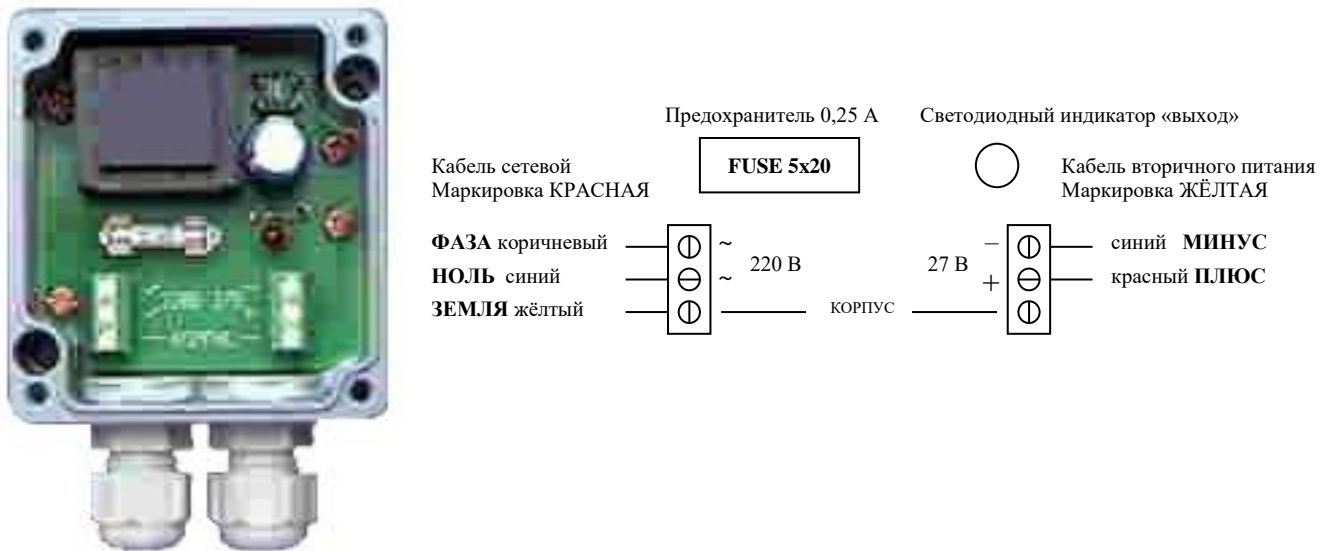

Рис. 8.2. Вид модуля питания со снятой крышкой и схема подключения.
8.2.2. Модуль питания (МП) выполнен в герметичном алюминиевом корпусе со съёмной крышкой (рис. 8.2). Крышка снабжена мягкой герметизирующей прокладкой и крепится к корпусу с помощью четырёх невыпадающих винтов из нержавеющей стали. На боковой поверхности корпуса закреплены два герметичных ввода для кабеля сетевого и кабеля вторичного питания. Кабели продеваются в герметичные вводы и фиксируются в них путём закручивания стягивающей гайки ввода.